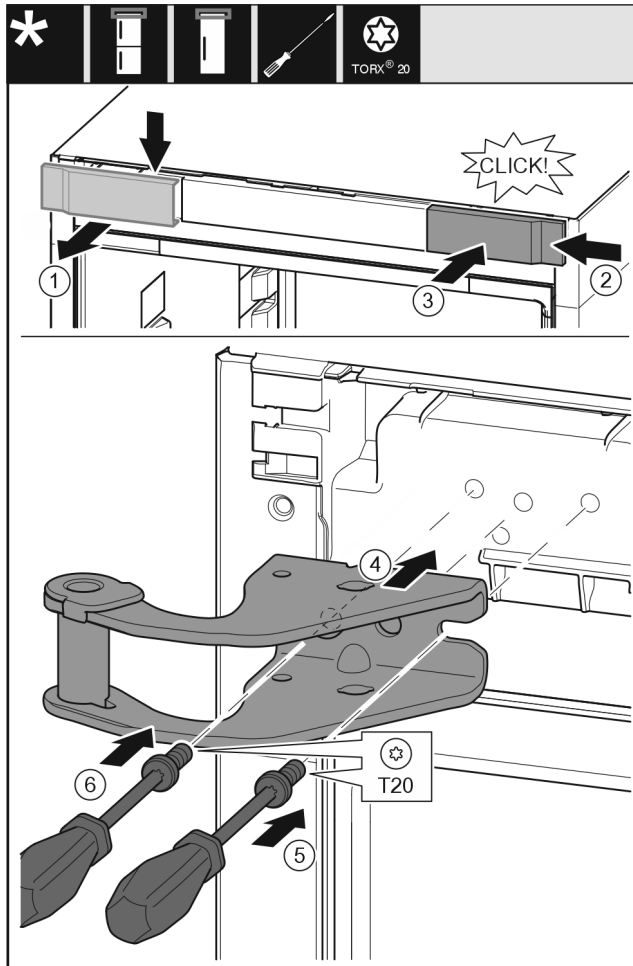

Fig. 13
- Retirer le cache du haut vers l'avant. Fig. 13 (1)
- Accrocher le cache tourné de 180° de l'autre côté à droite. Fig. 13 (2)
- Encliqueter le cache. Fig. 13 (3)
- Mettre en place le support de palier supérieur. Fig. 13 (4)
- Mettre en place la vis avec un tournevis T20 et la serrer. Fig. 13 (5)
- Mettre en place la vis avec un tournevis T20 et la serrer. Fig. 13 (6)